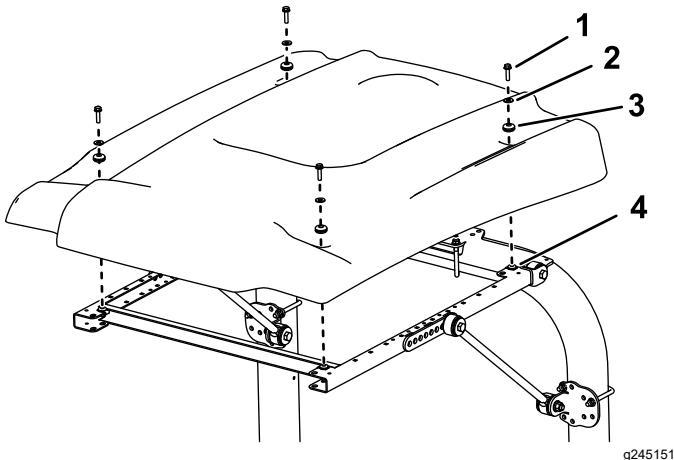

Figura 49
9. Ao alinhar os furos de montagem, posicione o toldo na estrutura como se mostra na Figura 49.
10. Monte, sem apertar completamente, cada canto do toldo na estrutura com um parafuso de cabeça flangeada (5/16 pol. x 1 1/4 pol.), uma anilha pequena e um olhal (Figura 49).